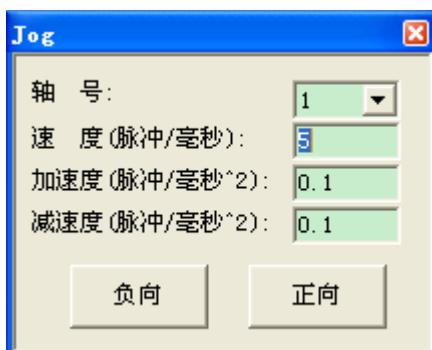

图 4-29 Jog 模块界面
- (18) 单击‘视图’->‘JOG’菜单项调出 Jog 面板，在‘轴号’下拉框中选择控制轴。如图 4-29 所示。
- (22) 单击‘视图’—>‘JOG’菜单项调出 Jog 面板，在‘轴号’下拉框中选择控制轴。如图 4-29 Jog 模块界面所示。